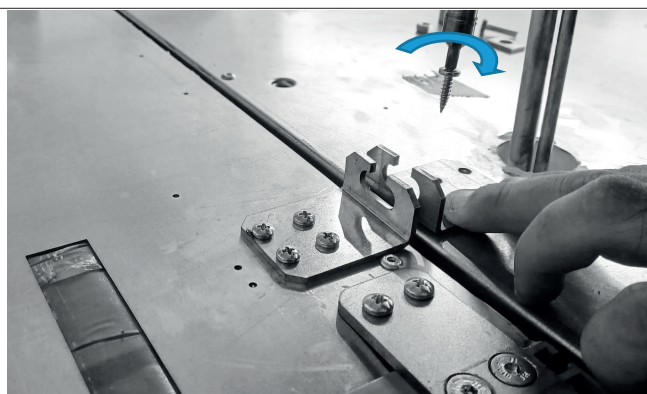
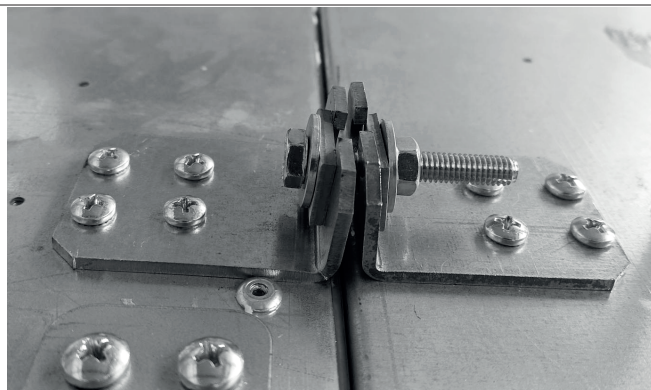

Abb. 50
Abb. 51
- Nachdem das Endmöbel befestigt wurde, die seitlichen Halterungen am linearen Kühlmöbel mit den selbstschneidenden Schrauben befestigen, in Übereinstimmung mit denen des Endmöbels ("Abb. 50") die Längeneinstellung des Kühlmöbels vornehmen und die beiden Halterungen mit der mitgelieferten Schraube, Mutter und Unterlegscheibe befestigen ("Abb. 51", "S. 32").